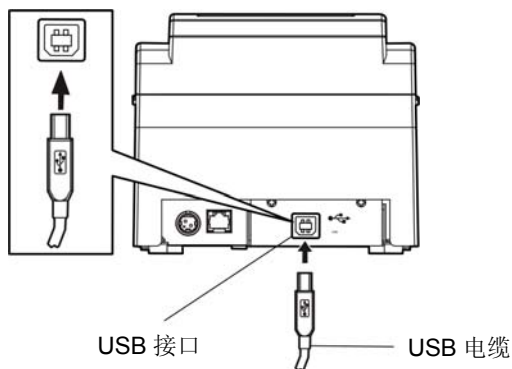

图 2-4 连接 USB 电缆
1. 将 USB 电缆的 A 端插头（方型）插进打印机的 USB 接口插座中（如图 2-4 所示）。